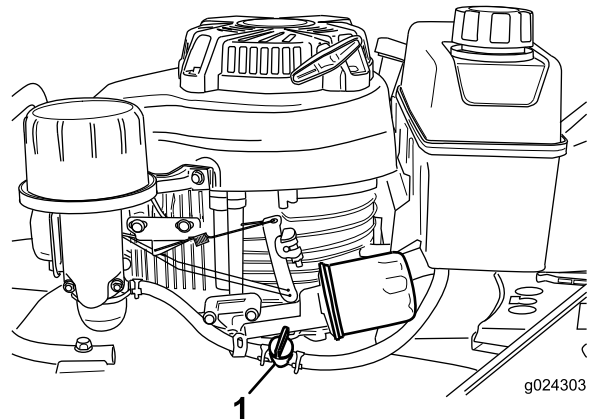

Figura 13
2. Abra la válvula de combustible (Figura 13).
Nota: Cierre la válvula de combustible (**Figura 13**) a menos que vaya a volver a arrancar el motor en breve.